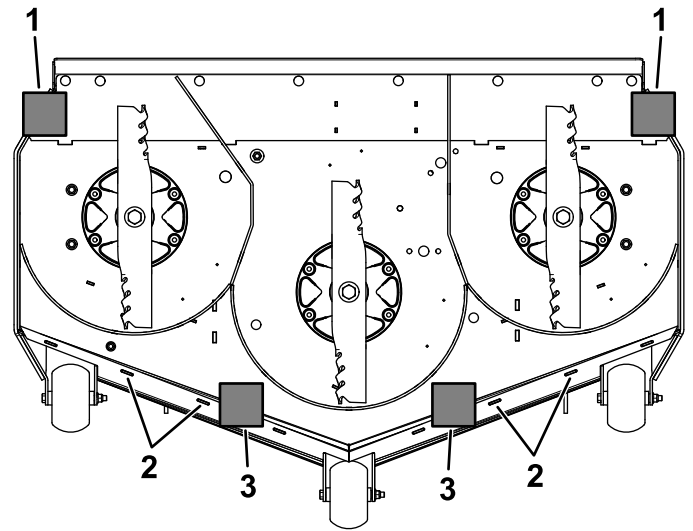

Bild 79
9. Legen Sie zwei Blöcke (siehe Blockhöhen- und Rechentabelle) unter die hintere Kante des Mähwerks, einen Block an jeder Seite des Mähwerks (Bild 79).
12. Drehen Sie die Schnittmesser vorsichtig von einer Seite zur anderen (Bild 79).